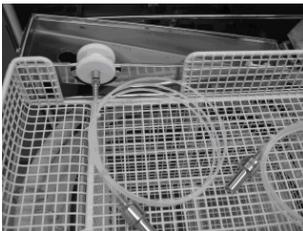

Bild 1:
4. Den Edelstahl-Adapter in das Gewinde des kleinen PP-Adapters eindrehen und diesen so in die seitliche Öffnung des Druckkastens einsetzen, dass das Prüfmodell im Gerätekorb liegt. (siehe Bild 1).